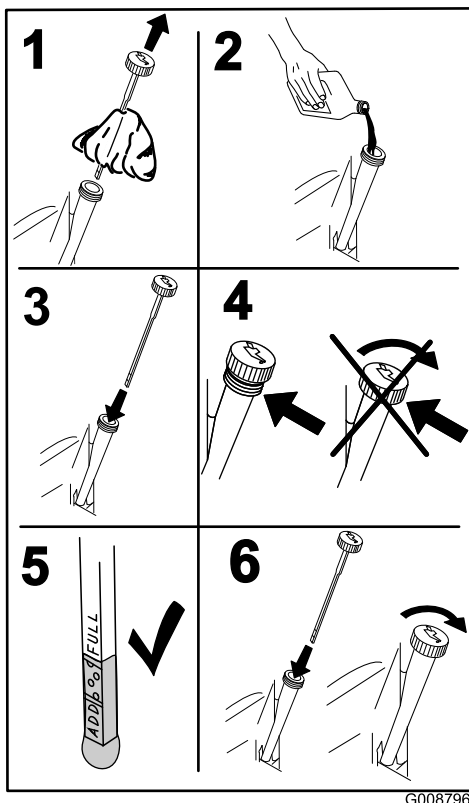

Figure 38
4. Retirez la jauge et essuyez-la sur un chiffon propre (Figure 38).